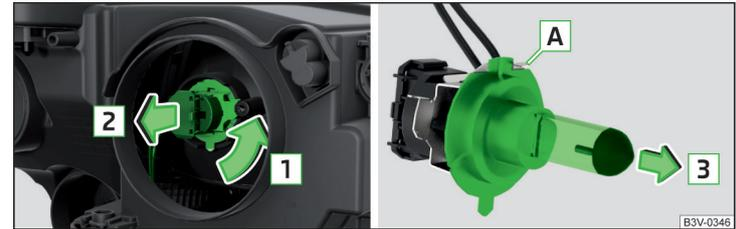

Abb. 358 Glühlampe für Abblend- und Fernlicht wechseln
- › Den Stecker mit der Glühlampe in Pfeilrichtung **1** drehen » Abb. 358.